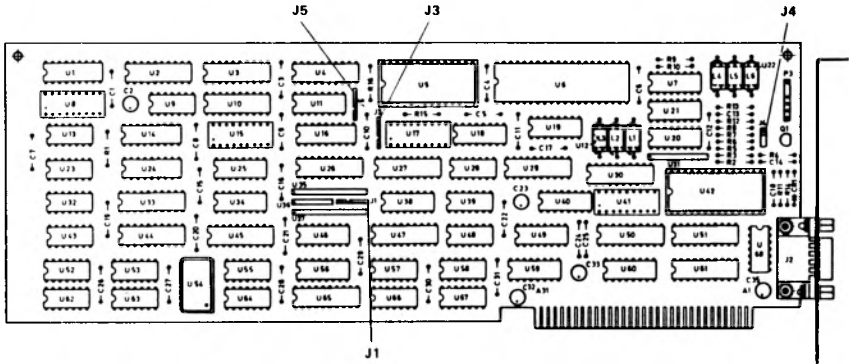

Figura 1
2. Ponga el J1 abierto para un CRT de color, y ponga el J1 cerrado para un CRT monocromo, ver la Figura 1.
Ponga los puentes J3 y J5 (ver Figura 1) según se muestra a continuación: